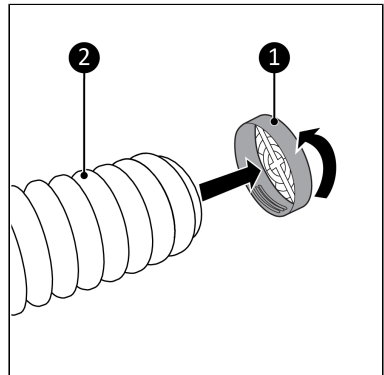

Abbildung 42.
2. Verbinden Sie den Window Kit-Anschluss (Abbildung 42, Pos. 2) zum anderen Ende des Heißluft-Auslassschlauchs (Abbildung 42, pos. 1).